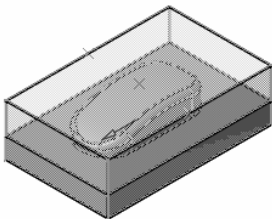

图 3-13 定义毛坯零件（1）
5) 定义毛坯零件（1）。单击 Stock 按钮，系统自动隐藏“Part Operation”对话框，在图形区创建毛坯实体作为毛坯零件，如图 3-13 所示，然后双击空白处返回“Part Operation”对话框。